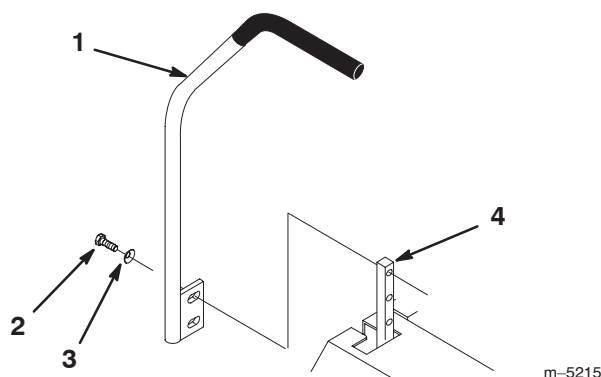

Figure 14
1. Enlevez les 2 vis et rondelles bombées qui fixent le levier de commande à l'arbre du bras de commande (Fig. 14).
2. Placez le levier de commande dans les trous suivants et fixez-le en position avec les 2 vis et rondelles bombées. La face concave de la rondelle doit être tournée vers l'arbre du bras de commande (Fig. 14).